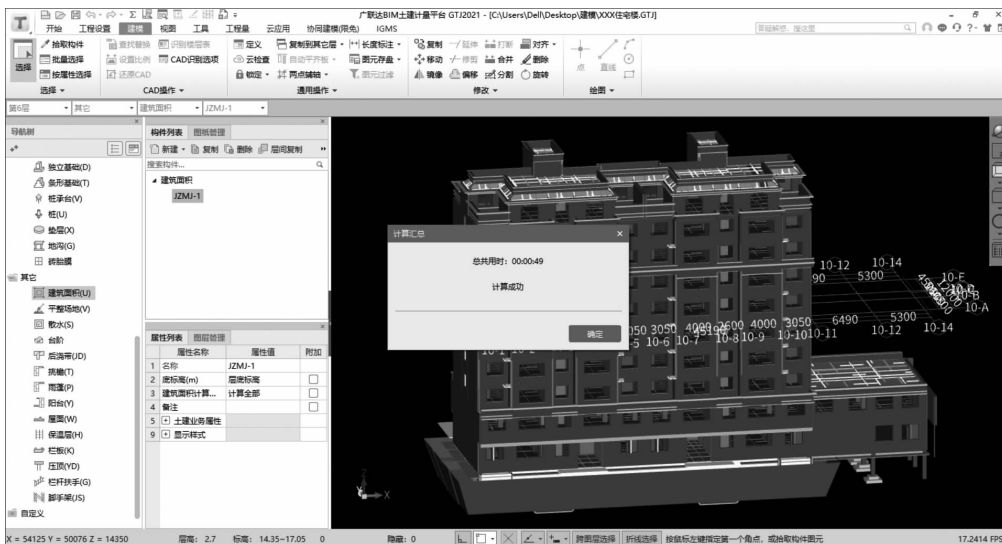

图 1-12 汇总计算
(1) 汇总效率提升。一般情况下,建筑面积为 $1 \times 10^5 \text{ m}^2$ 的一般工程汇总计算在 30 min 以内完成(见图 1-12)。